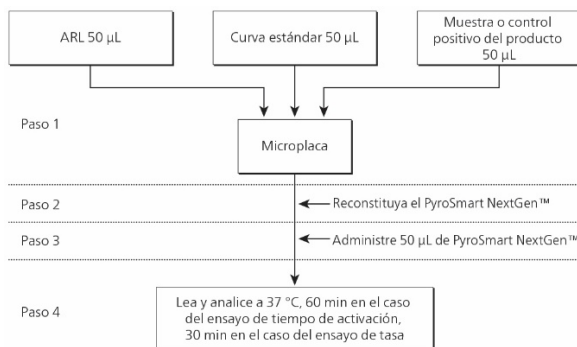

Figura 2: Preparación de la microplaca
- Prepare la microplaca como se indica en la figura 2. La configuración de la microplaca se describe con más detalle a continuación.